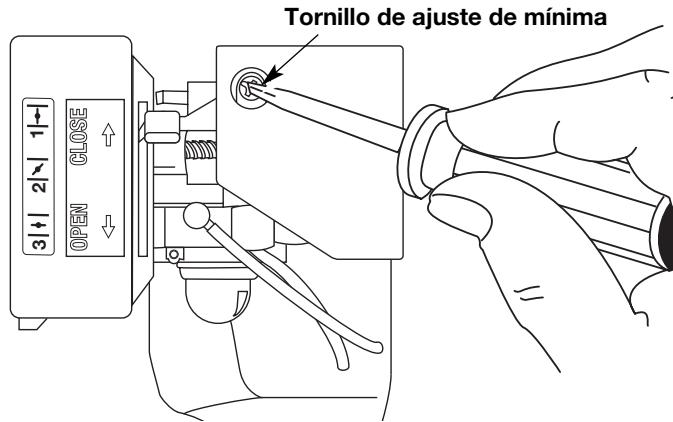

Fig. 22
La velocidad mínima del motor puede ser ajustada. Puede tener acceso al tornillo de ajuste de mínima a través de un orificio en la parte superior de la cubierta del motor (Fig. 22).
- Suelte el gatillo del regulador y deje que el motor funcione en marcha lenta. Si el motor se para, inserte un pequeño destornillador Phillips o de vástago plano en el orificio de la cubierta del silenciador / filtro de aire (Fig. 22). Gire el tornillo de marcha lenta en sentido horario, de a 1/8 de vuelta por vez (según sea necesario) hasta que el motor funciona en mínima.